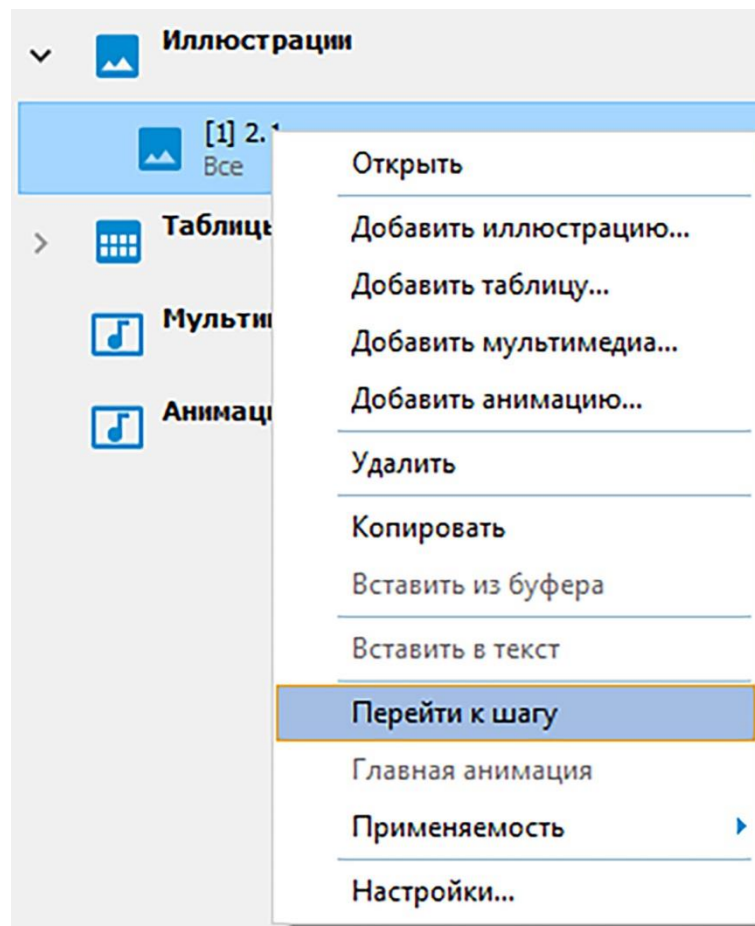

Рисунок 400
2) Из контекстного меню выберите команду **Перейти к шагу** (рисунок 400).